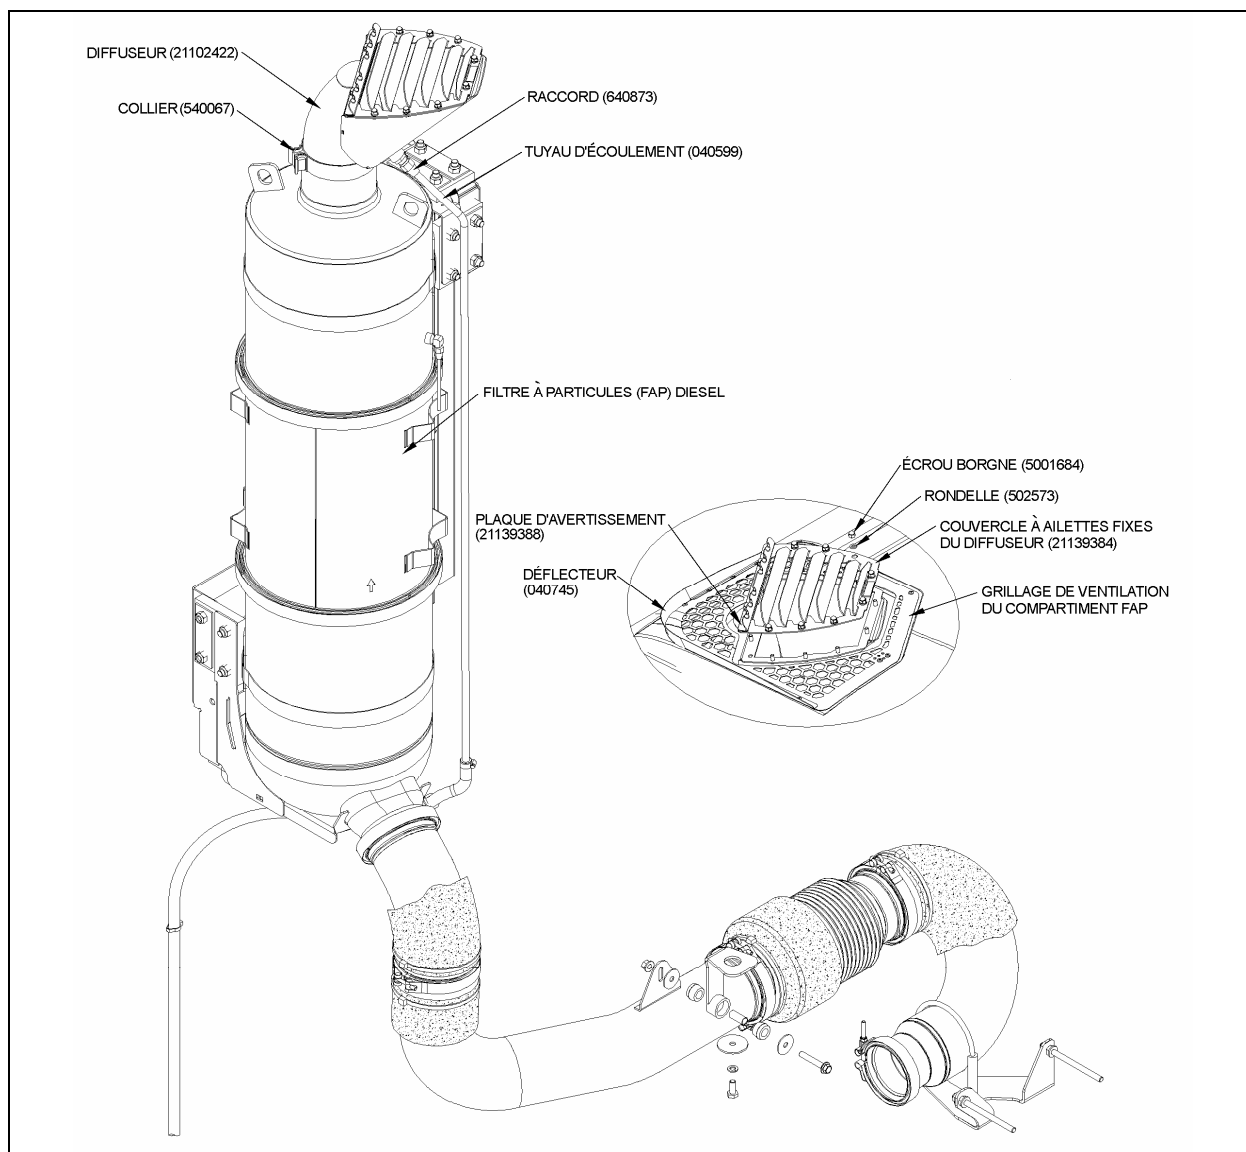

FIGURE 3 : INSTALLATION DU SYSTÈME D'ÉCHAPPEMENT AVEC MOTEUR DDEC VI
2. Enlever le grillage de ventilation du compartiment du Filtre À Particules (FAP) diesel et le mettre de côté (voir fig. 3 ou 4).
3. Retirer le collier de fixation du diffuseur situé au-dessus du filtre à particules (voir fig. 3 ou 4).
4. Dévisser le raccord du tuyau d'écoulement du diffuseur puis retirer le tuyau (voir fig. 3 ou 4).
6. Positionner le grillage de ventilation du compartiment du Filtre À Particules (FAP) diesel puis fixer le nouveau déflecteur (040748) et le grillage à l'aide des vis (voir fig. 3 ou 4).
7. Fixer le diffuseur à l'aide du collier de fixation en acier inox. (540067) (voir fig. 3 ou 4).
8. Remplacer le tuyau d'écoulement en cuivre par un tuyau en acier inox. (040599) et le fixer au diffuseur à l'aide du nouveau raccord (640873) (voir fig. 3 ou 4).
9. Fixer le couvercle à ailettes fixes du diffuseur (21139384) ainsi que la plaque d'avertissement (21139388) sur le diffuseur à l'aide des rondelles (502573) et des écrous borgnes (5001684) (voir fig. 3 ou 4).
4. Dévisser le raccord du tuyau d'écoulement du diffuseur (voir fig. 3 ou 4).
6. Positionner le grillage de ventilation du compartiment du Filtre À Particules (FAP) diesel puis fixer le nouveau déflecteur (040745) et le grillage à l'aide des vis de fixation du grillage (voir fig. 3 ou 4).
7. Fixer le diffuseur à l'aide du collier de fixation en acier inox. (voir fig. 3 ou 4).
8. Reconnecter le tuyau d'écoulement au diffuseur à l'aide du raccord (voir fig. 3 ou 4).
9. Fixer le couvercle à ailettes fixes du diffuseur (21139384) ainsi que la plaque d'avertissement sur le diffuseur à l'aide des rondelles (502573) et des écrous borgnes (5001684) (voir fig. 3 ou 4).
3. Dévisser le raccord du tuyau d'écoulement du diffuseur (voir fig. 3 ou 4).
5. Fixer le couvercle à ailettes fixes du diffuseur (21139384) ainsi que la plaque d'avertissement sur le diffuseur à l'aide des rondelles (502573) et des écrous borgnes (5001684) (voir fig. 3 ou 4).
6. Fixer le nouveau déflecteur (040745) sur le grillage de ventilation du compartiment du Filtre À Particules (FAP) diesel à l'aide des vis de fixation du grillage (voir fig. 3 ou 4).